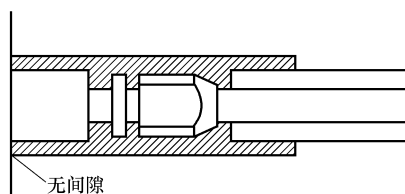

图 3-59 室内、外机壁面无间隙保温
9) 室内、外机接头处用接头保温材料包好，与室内、外机壁面无间隙（图 3-59），当包扎保温胶带时，每一圈要压住前一圈胶带的一半。切勿将胶带裹得太紧，以免降低隔热效果。完成保护工作和缠好管后，用密封材料将墙上的洞封好。